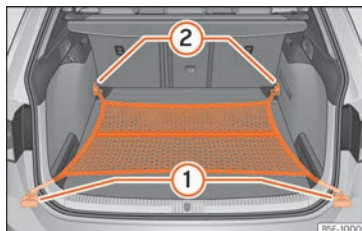

Fig. 189 En el maletero: bolsa de red enganchada a ras del suelo (modelo LEON ST).
- Dado el caso, levante las argollas de amarre delanteras »» fig. 189 (2).
- Fije los ganchos de la red en las argollas de amarre (2) »» ⚠. La cremallera de la bolsa tiene que quedar hacia arriba.
- Fije los ganchos de la red en las argollas de amarre (1).